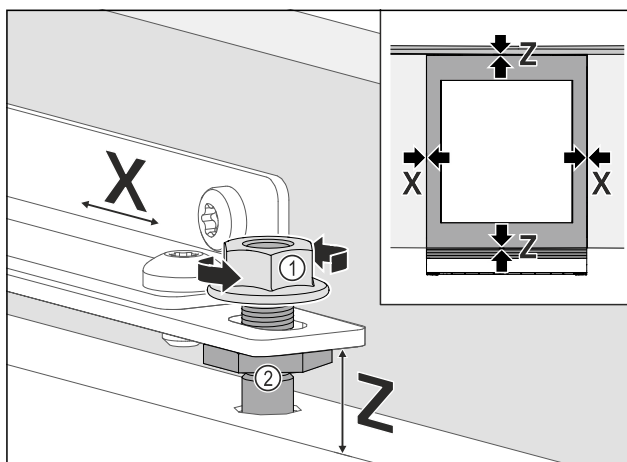

Fig. 97
- Ustawianie boczne drzwi mebla: Odkręcić Fig. 97 (1) nakrętki zabezpieczające, przesunąć drzwi mebla w kierunku X.
- Dokręcić nakrętki zabezpieczające Fig. 97 (1).
- Ustawianie drzwi mebla na wysokość Z i pochylenie boczne: Ustawić Fig. 97 (2) sworzeń regulacyjny.